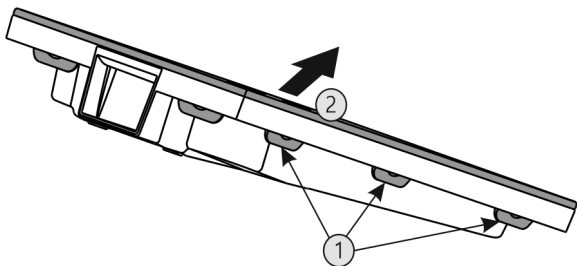

Fig. 29
- ▶ Stlačte za sebou všechny západky Fig. 29 (1) a sejměte kryt Fig. 29 (2).